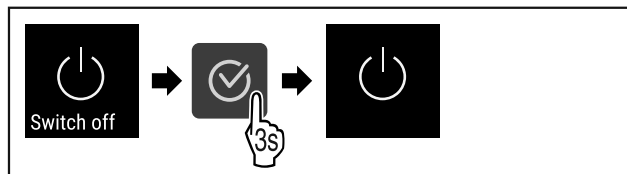

Fig. 67
▶ Végezze el a gyakorlati lépéseket (lásd Fig. 67) .